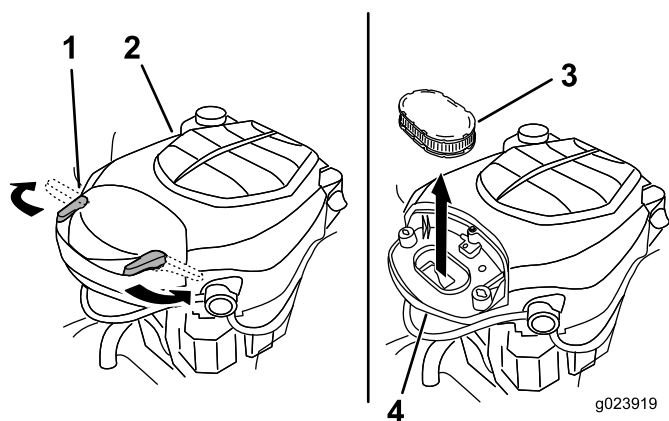

Figure 27
2. Déposez le couvercle pour accéder à l'élément du filtre à air (Figure 27).
6. Reposez le couvercle et fixez-le avec les verrous (Figure 27).